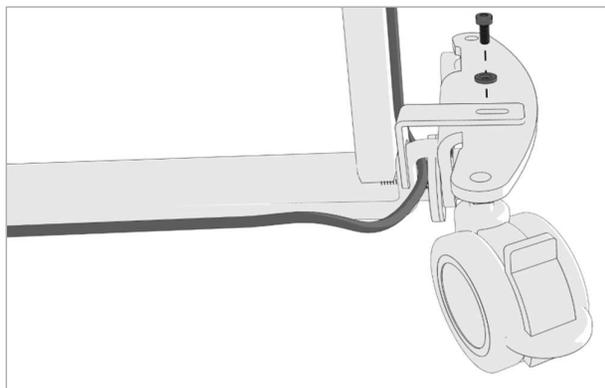

Figure 8.10
- À l'aide de la clé Allen 4 mm, fixer les 2 vis M4 x 12 mm des deux côtés, en veillant à ce qu'une rondelle soit positionnée sous la tête de boulon, tel qu'indiqué sur la Figure 8.10.